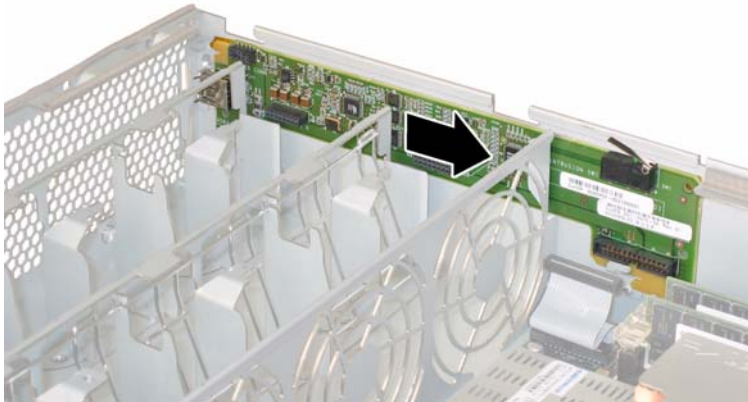

ABBILDUNG 4-29 Lösen der vordere I/O-Platine aus den Haltenasen am Gehäuse
12. Drücken Sie die vordere I/O-Platine behutsam ca. 6 mm in Richtung Gehäuserückseite, um sie aus den beiden Haltenasen unten links und rechts zu lösen. Siehe ABBILDUNG 4-29.